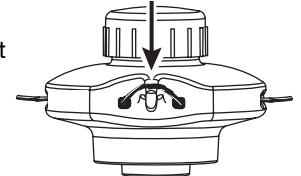

Fig. 8
5. Poussez le fil de la débroussailluse derrière le crochet pour l'empêcher de se détacher en cours de fonctionnement (Fig. 8).